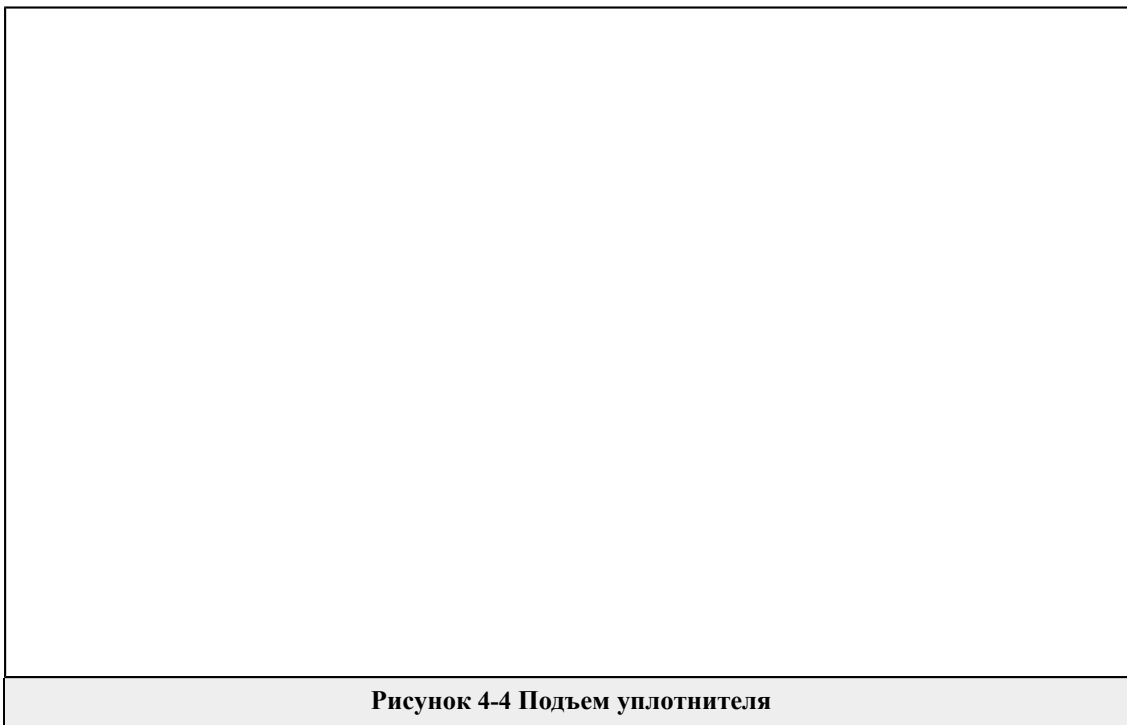

Рисунок 4-4 Подъем уплотнителя
- например **Figure 4-4** Поднимите уплотнитель с помощью подъемного устройства, как показано на рисунке.